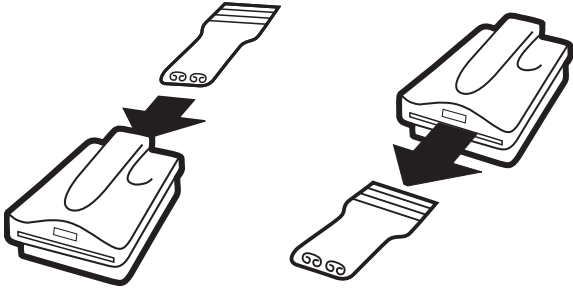

Рисунок 5.
- Вставьте инструмент с задней стороны устройства и полностью вытяните его спереди (см. рисунок 5).